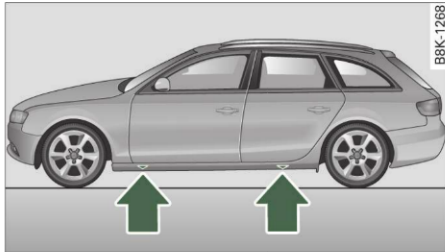

Fig. 244 Înlocuirea roții: Puncte pentru fixarea cricului
Poziția punctului de amplasare a cricului este marcată printr-o adâncitură în partea de jos a autovehiculului ⇒ fig. 244.
- Căutați **punctul de fixare** de pe bara inferioară a pragului cel mai apropiat de roata defectă ⇒ fig. 244.
Cricul poate fi montat **numai** în locurile indicate ⇒ fig. 244. Pentru fiecare roată există exact *un* singur marcaj. Cricul nu trebuie așezat în alte locuri.